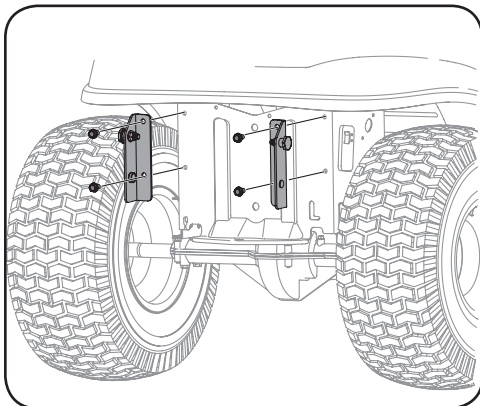

Figure 4-5
1. Placez les crochets de l'ensemble de montage sur les boulons à épaulement qui se trouvent à l'arrière du châssis du tracteur. Voir Figure 4-5. Alignez le trou d'attelage du tracteur avec le trou central du support d'attelage.